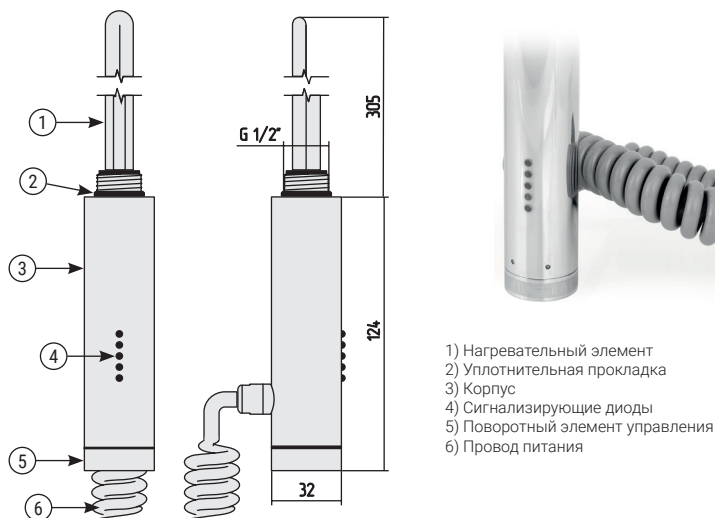

Рис.5
5.3. Составные элементы (рис. 5):
6.2. Поворот ручки регулятора (рис. 5 «5») по часовой стрелке позволяет перейти к выбору следующих режимов работы: